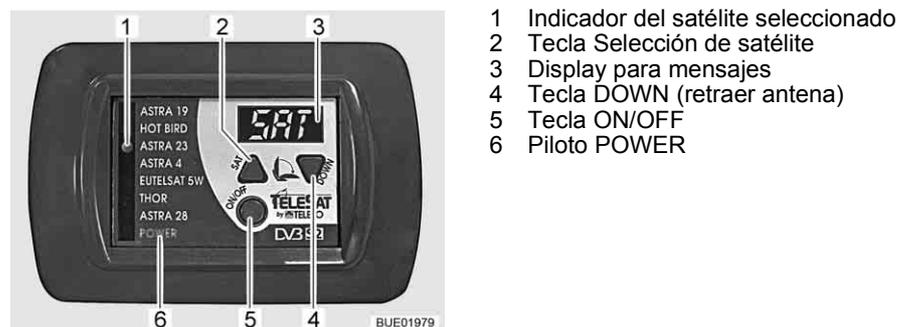

Fig. 37 Panel de mando
- Pulsar la tecla ON/OFF (Fig. 37,5). Todos los indicadores luminosos en el panel de mando se iluminan brevemente (trazado automático). En el display (Fig. 37,3) aparece "ON" y está iluminado el piloto POWER (Fig. 37,6).
Si el indicador intermitente del satélite seleccionado (Fig. 37,1) coincide con el satélite deseado, esperar algunos segundos. La antena se alineará automáticamente con este satélite.
Cuando la instalación ha encontrado el satélite, el indicador (Fig. 37,1) se iluminará de modo permanente y en el display (Fig. 37,3) se visualizará "SAT".
- Pulsar la tecla de selección de satélite (Fig. 37,2) repetidamente hasta que el indicador (Fig. 37,1) visualice el satélite deseado.
- Pulsar la tecla DOWN (Fig. 37,4). En el display (Fig. 37,3) aparece "OFF". Cuando la antena está completamente retraída, se apagará el mensaje "OFF".
- Pulsar la tecla ON/OFF (Fig. 37,5): La unidad de control está desconectada. La antena permanecerá en la posición actual.